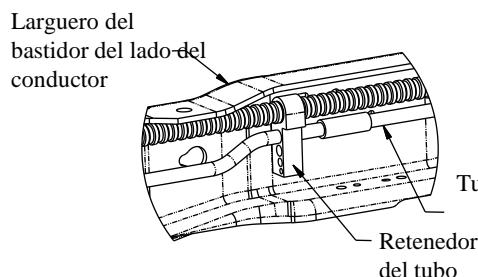
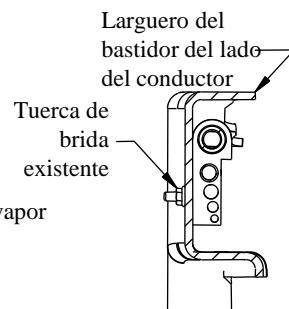
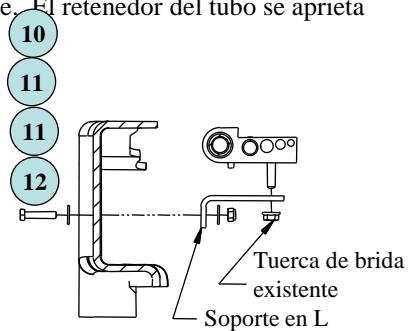

Figura 2a
Figura 2b
Figura 2c
- En vehículos con motor de gas únicamente.** El tubo de vapor que va a lo largo del costado interior del larguero del bastidor del lado del conductor se debe repositionar antes de instalar el soporte del lado del conductor (ver la Figura 2a). Quitar la tuerca mariposa del exterior del bastidor y guardarla para uso posterior (ver la Figura 2b). Rotar todos los tubos hacia arriba y afuera del camino. Instale el soporte en L con piezas de 1/4", como se muestra en la Figura 2c. Apretar el soporte en L al bastidor, pero dejar el retenedor del tubo suelto como ayuda en la instalación del soporte. El retenedor del tubo se aprieta sobre el soporte en L en el paso 18.
16. Instalar los (2) pernos en U a través de la plataforma y desde la parte de abajo del vehículo instalar una arandela plana grande sobre el perno en U seguido de un resorte, otra arandela plana grande y asegurar con una tuerca de bloqueo delgada de 5/8". Repetir para las otras patas de los pernos en U. Las tuercas de bloqueo de 5/8" se aprietan hasta que queden visibles 3 rosas desde la parte inferior.
18. **En vehículos con motor de gas únicamente:** Usar la tuerca mariposa de fábrica que se retiró en el paso 2 para apretar el retenedor del tubo en el soporte en L como se muestra en la Figura 2c.